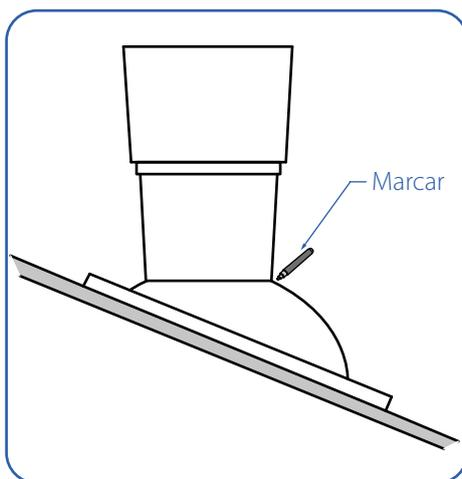

Fig. 23. Marcar los diámetros
- Marcaremos el diámetro (Fig. 23). Este diámetro NO es por donde se debe cortar el tejadillo ya que estamos marcando la medida F de la tabla de medidas de la Tabla 02 y necesitamos la medida G de la misma tabla.